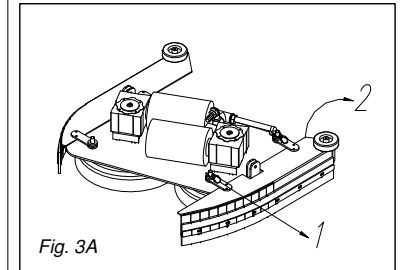

Fig. 3A
2. Estrarre le coppiglie a R che bloccano il tergipavimento passivo (Fig. 3A)